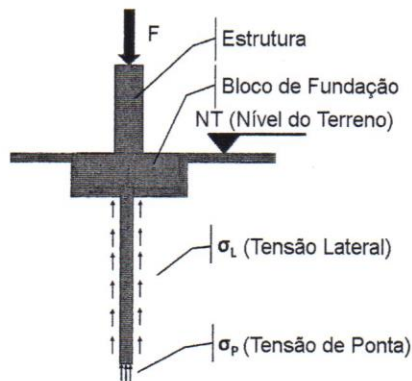

Figura 3.2 – Desenho esquemático de fundação indireta.
- » Fundação indireta: esse tipo de fundação transfere as cargas provenientes da estrutura ao solo pela sua base, denominada resistência de ponta, por sua superfície lateral, denominada resistência de fuste, ou por uma combinação das duas (Figura 3.2).